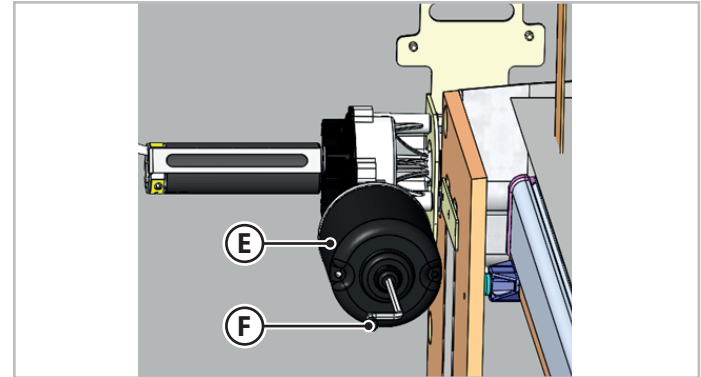

Abb.6.17 - Elektrische Bettentriegelung Typ B
2. Stecken Sie am unteren Teil des Motors (**E** - Abb.6.17) den Inbusschlüssel (**F** - Abb.6.17) in den speziellen Sitz für die manuelle Betätigung.